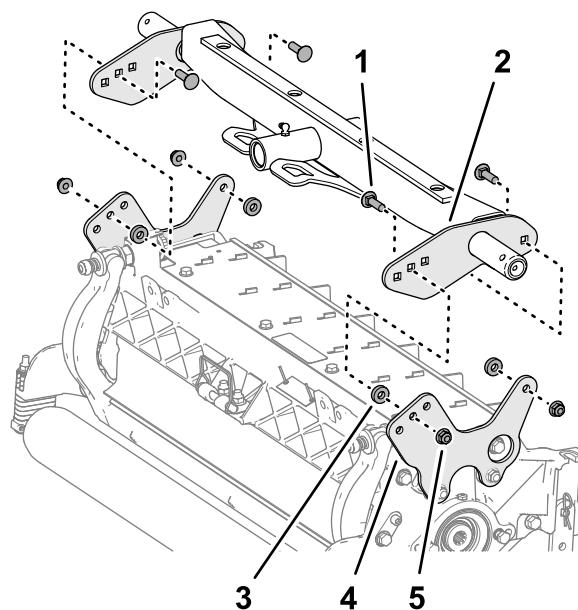

Рисунок 18
1. Совместите отверстия в пластинах задней несущей рамы с отверстиями в монтажных пластинах режущего блока (Рисунок 18).